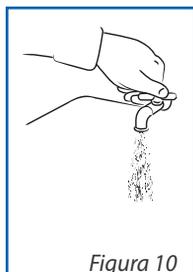

Figura 10
- Deje correr un poco de agua antes de conectar la manguera para eliminar posibles impurezas de la red. *Ver figura 10*